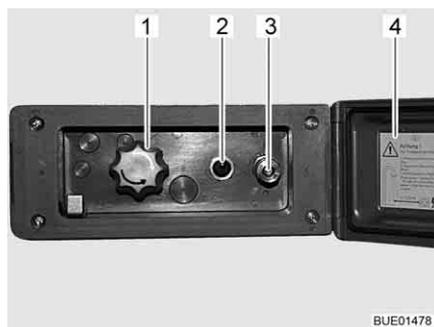

Fig. 127 Raccordo doccia esterno
- Sganciare ed aprire il coperchio (Fig. 127,4).
- Collegare il tubo flessibile della doccia esterna alla chiusura rapida (Fig. 127,3).
- Accendere la pompa dell'acqua con l'interruttore (Fig. 127,2).
- Regolare la temperatura dell'acqua ai gradi desiderati mediante la manopola (Fig. 127,1).
- Spegner la pompa dell'acqua con l'interruttore (Fig. 127,2).
- Chiudere il coperchio (Fig. 127,4) e bloccarlo con la chiave.
- Ruotare la manopola (Fig. 127,1) sulla posizione centrale.